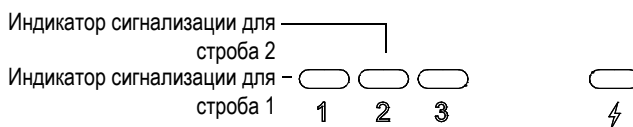

Рис. 2-12 Лампочки индикаторов сигнализации строба 1 и строба 2
- Зажигается один из двух индикаторов сигнализации на передней панели прибора ЕРОСН 600 (см. Рис. 2-12 на странице 41).